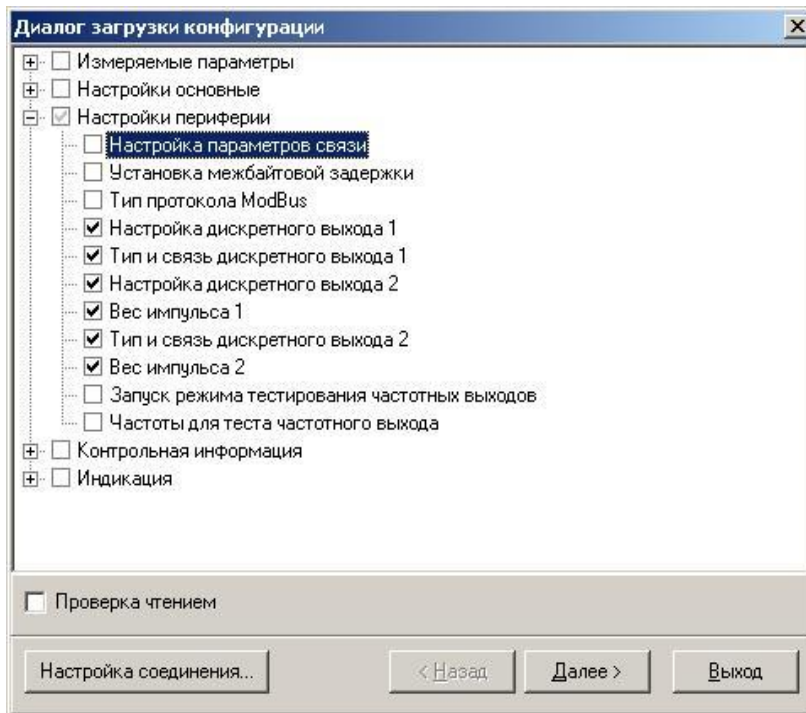

Рис.30. Окно «Диалог загрузки конфигурации»
- в открывшемся окне «Диалог загрузки конфигурации» выбрать набор параметров, которые будут загружены в прибор и нажать кнопку «Далее» (рис.30):